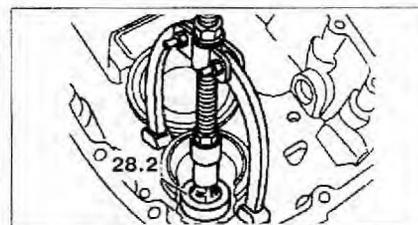

Рис. 4.88. Снимите внешнее кольцо цилиндрического роликового подшипника 28.2, используя съемник и суппорт.
12. Снимите внешнее кольцо цилиндрического роликового подшипника 28.2, используя съемник и суппорт (рис. 4.88).